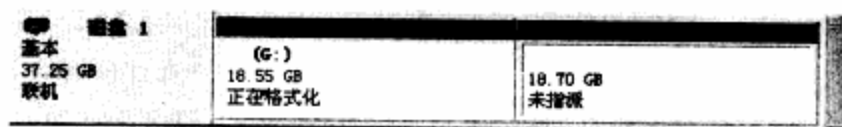

图4-61 磁盘G盘格式化
**步骤 10** 这时系统将对磁盘G进行格式化, 如图4-61所示。